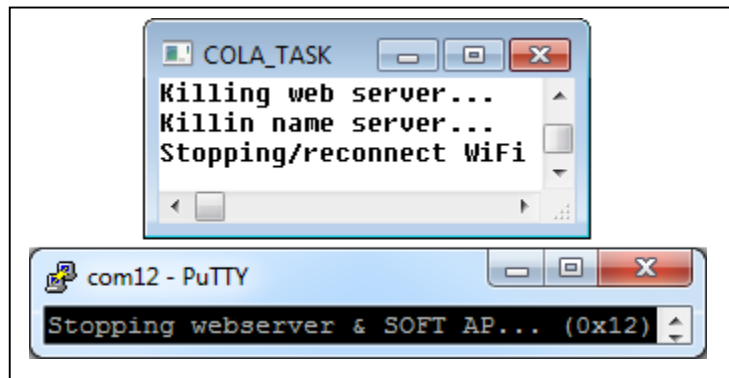

Figura 21: Debug de la desactivació del servidor WEB i el Soft AP
- Desconnexió servidor web & soft AP: Un cop activat el servidor web, existeix la possibilitat de tornar el sistema a un estat previ. Per a fer-ho, s'haurà de pulsar el segon botó. Cal dir que per prémer aquest boto, el servidor web ha d'estar prèviament iniciat. Degut a que es passarà a l'estat inicial, un cop fet, únicament romandrà encès el LED taronja. El debug d'aquests missatges es poden veure en la figura 21 (RTX i Arduino respectivament).